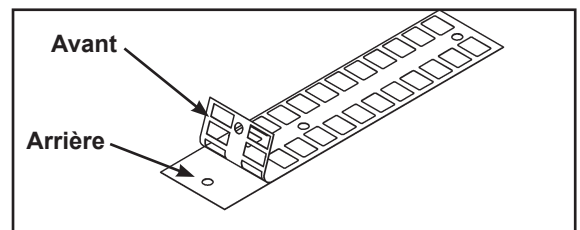

Figure 3
**REMARQUE :** Lorsque la partie arrière est enlevée, s'assurer que les autocollants restent bien attachés à l'autocollant avant. Figure 3.